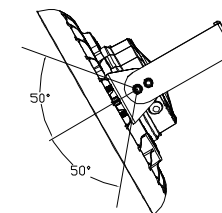

Figure 7
5. En ajustant les vis du support, l'utilisateur peut ajuster de 50° à la verticale vers la gauche ou la droite (Figure 7)